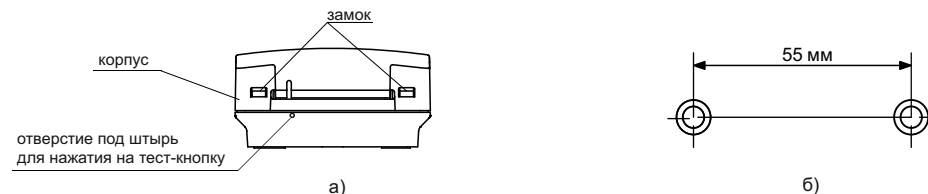

Рисунок 2
6.7 Для монтажа УДП на объекте необходимо снять корпус с основания, нажав отверткой на замки внизу корпуса (Рисунок 2 а). Кнопка УДП при этом должна быть в ненажатом положении.